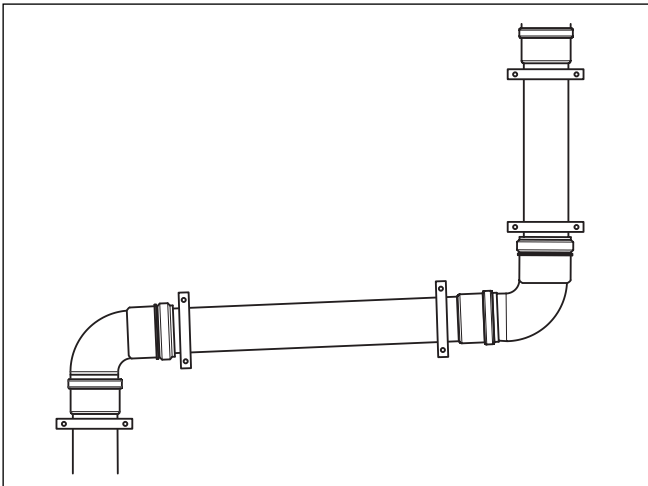

Fig. 5.8 Esempio di fissaggio di una tubazione fumi con curve a 87°
**Per ogni prolunga impiegare sempre una fascetta direttamente vicino al manicotto. Dopo ogni deviazione a 87° deve essere applicata un'altra fascetta alla prolunga, vedere fig. 5.8 e 5.9.**